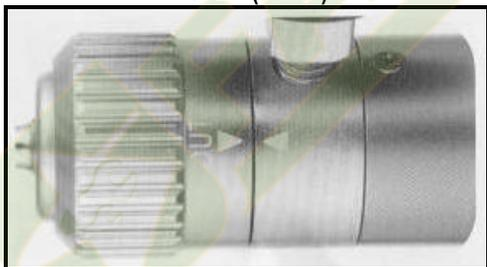

FIG. 2.2 (Pressione)
2. **Per test di Pressione:** ruotare il selettore D fino a che la freccia di selezione sul corpo dell'utensile non si allinea con la freccia posta sul selettore D e riportante il marchio **OUT** (Fig. 2.2)